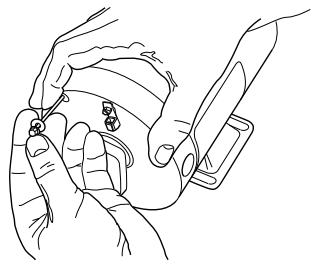

Figure 14
8. Prudemment, déposer la moitié rotative de la bague d'étanchéité (Réf. n° 10) du manchon de l'impulseur. La tourner de droite à gauche en tirant dessus; faire bien attention de ne pas endommager les surfaces du manchon, là où la bague repose et fait étanchéité. Voir la Figure 14.